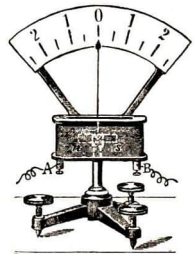

Abb. 354
2. Das **Vertikalgalvanometer** (Abb. 354) besteht aus